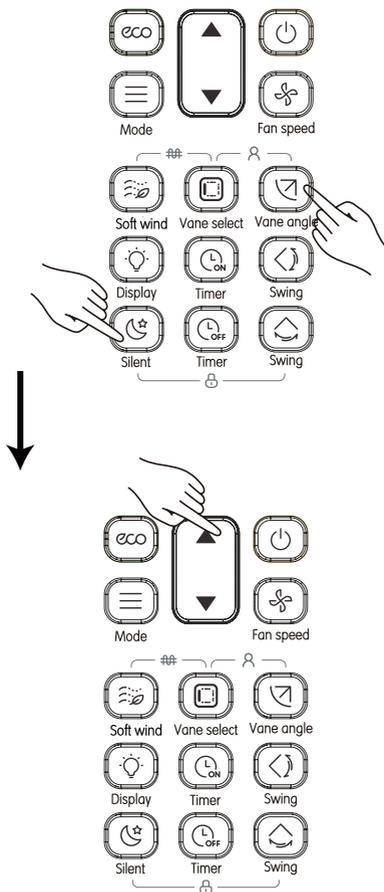

Рисунок 4.4
- Нажмите  для входа в интерфейс настройки параметров, затем нажмите кнопки «▲» и «▼» для регулирования значения параметра, см. список расширенных настроек параметров для выбора настроек (см. Рис. 4.4);